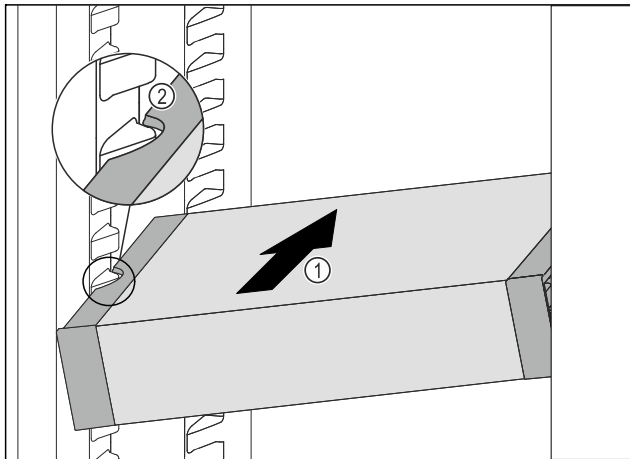

Fig. 54
- ▶ VarioSafe schuin in het koelgedeelte schuiven Fig. 54 (1), tot de uitsparingen aan de zijkant Fig. 54 (2) van de Vario-Safe op de hoogte van de rib in het koelgedeelte zitten.